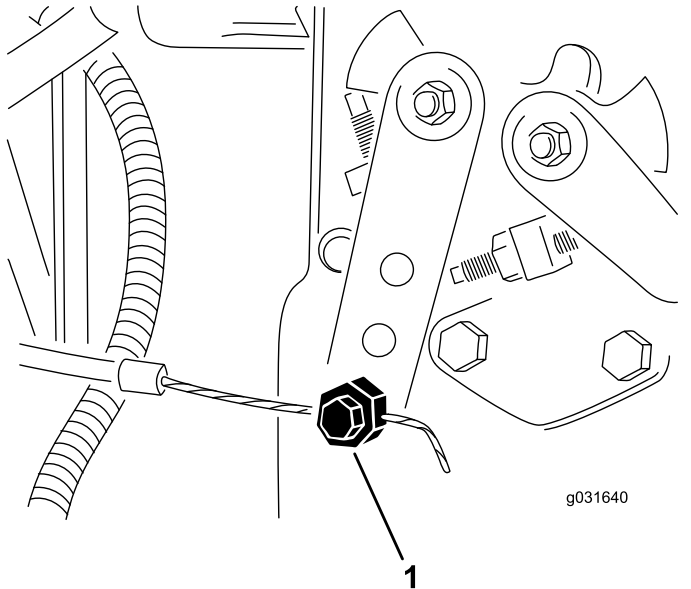

Bild 62
2. Lösen Sie den Gaszug-Anschluss am Hebelarm der Einspritzpumpe. (Bild 62).